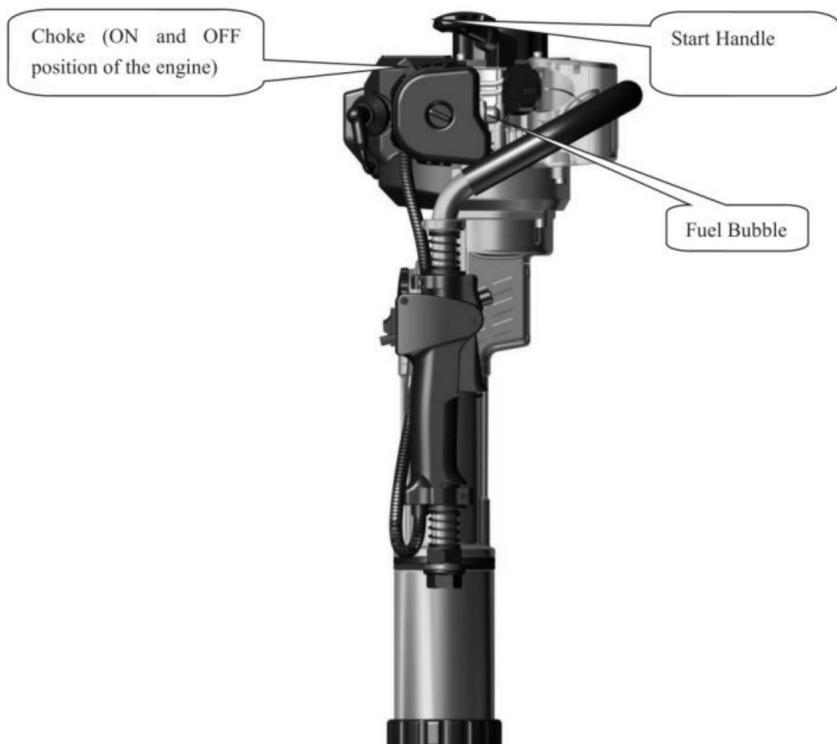

Fig 4
5.1 Prima di avviare la nuova macchina, premere ripetutamente la bolla trasparente e semicircolare del carburante (Fig.4) fino a riempire il carburatore di carburante. (Se il motore è freddo, chiudere lo sportello dell'aria. Aprire lo sportello dell'aria dopo l'avvio.)
5.2 Posizionare la macchina in posizione verticale secondo la Fig.4.Tenere la parte superiore della maneggiare saldamente con una mano mentre con l'altra si tira la maniglia di traino avviamento per oltre 50 cm velocemente. Non lasciare che la maniglia di traino rientri liberamente tirare ripetutamente ma tenerlo stretto per evitare lesioni derivanti da una rapida estrazione resilienza.